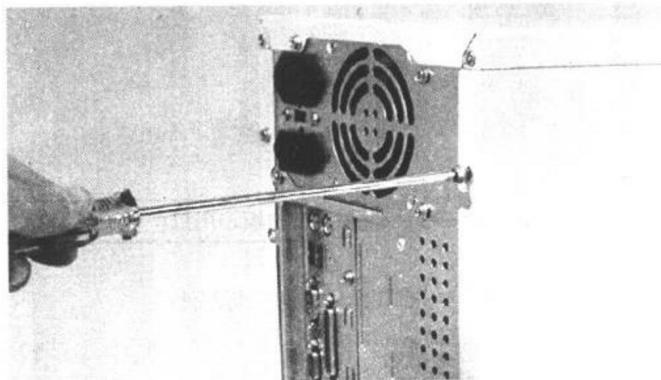
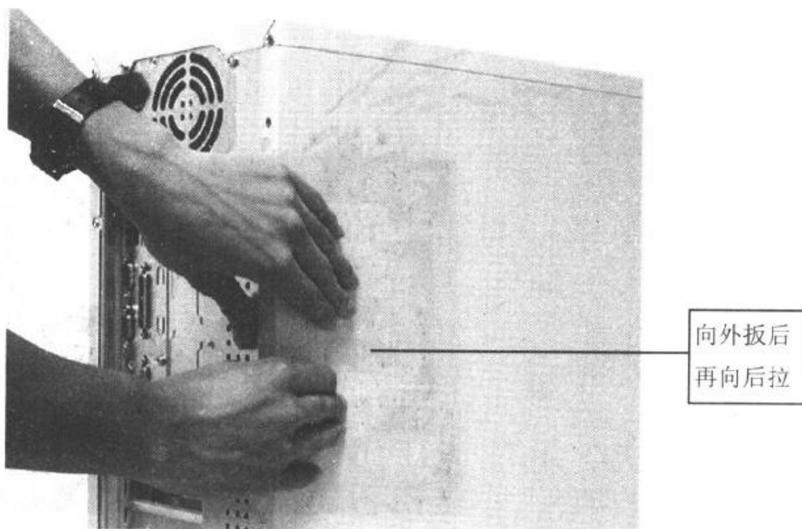

图 2-3 先将螺钉卸下
图 2-4 接着抓住机箱，向主机后方拉出，最后稍微提起机箱，将侧板取出
(1) 将主机机箱后方的螺钉取下,再将机箱部分拆下(如图 2-3 和图 2-4 所示),拆下的方式原则上都是抓紧机箱向后拉即可,如果你所购买的机箱设计特殊,请在购买时向商家询问清楚。